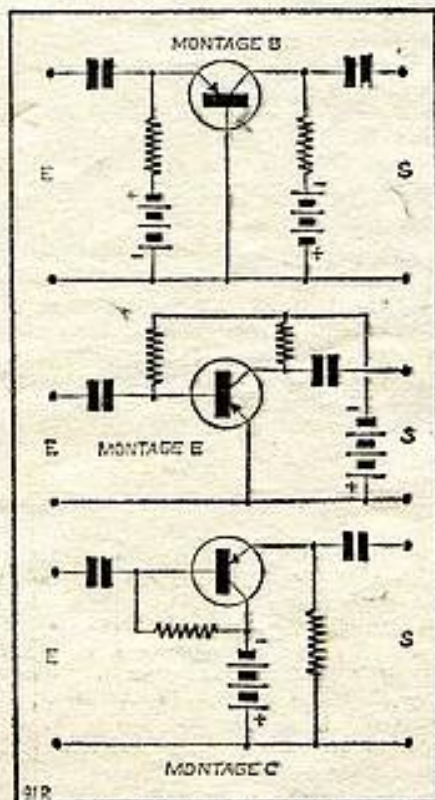

FIG. 16. — Montages amplificateurs classiques.
siques (fig. 16) on voit que le signal à amplifier (E) est appliqué entre deux bornes et que le signal de sortie (S) est recueilli également entre deux bornes, donc par définition il y a une borne commune.